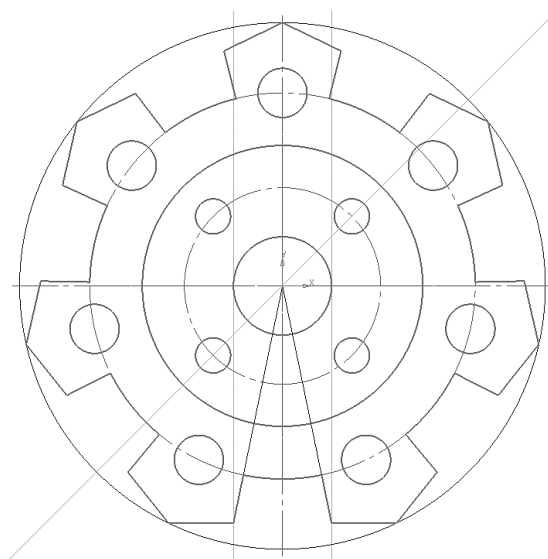

Рис. 31. Копирование элементов по окружности
2.5.2 Выделить окружность, выбрать **Редактор – Копия – По окружности**. На панели свойств указать: **количество копий 7**, **режим** – вдоль всей окружности (аналогично п. 2.2.3 - 2.2.4) (рис. 31).